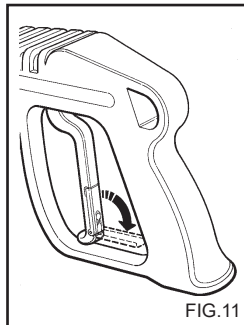

FIG. 11
- Stäng fästets skyddskåpa när rengöringsmaskinen inte används. (fig. 11).